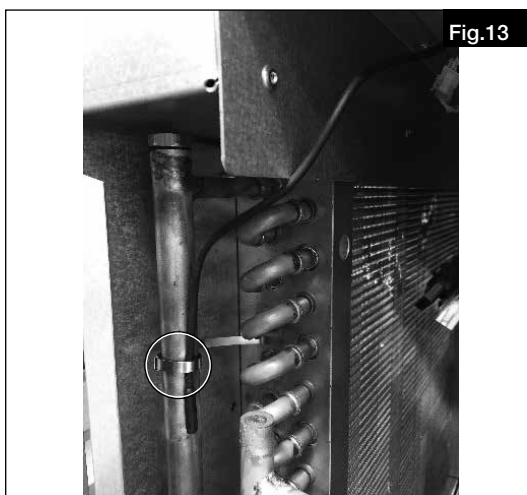

Fig.13
4. Fixer la sonde de protection antigel à l'aide du serre-câble métallique (inclus dans la livraison) (voir Fig.13).